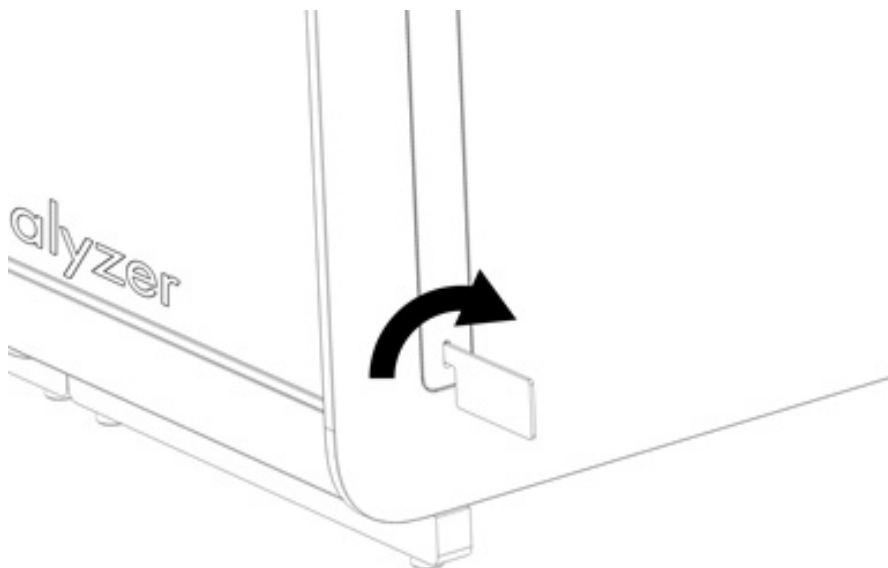

Figura 15. Remoção de tampas protetoras.
3. Remova as tampas protetoras da parte lateral do módulo analítico, utilizando a ferramenta de remoção de tampa protetora fornecida com o QIAstat-Dx Analyzer 2.0 (Figura 15).